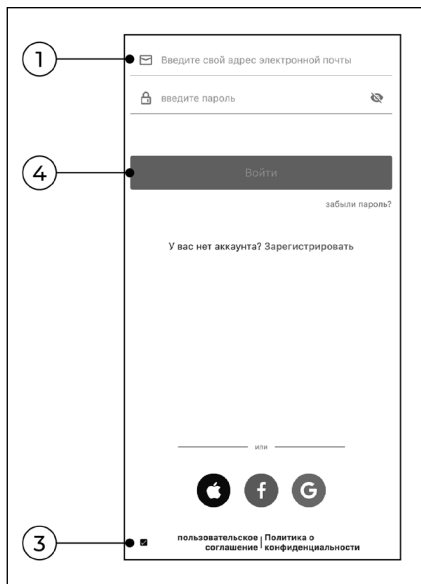

Рис. 36
11.3 Вход в приложение (Рис.36)